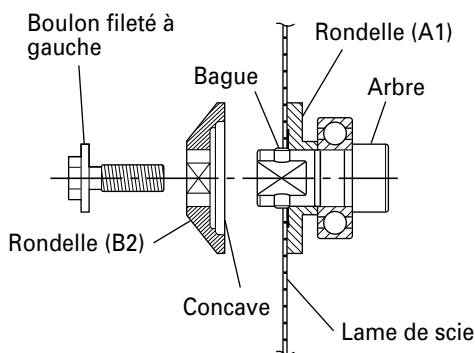

Fig. 18
2. Montage de la lame de scie (Fig. 18)